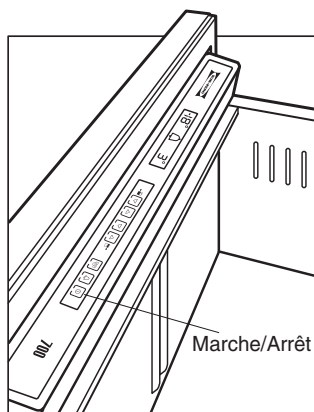

Fig. 4
Branchez le cordon électrique dans une prise de 10 A mise à la terre. Tandis que l'appareil est sous tension, vérifiez l'éclairage et le refroidissement avant de poursuivre. Appuyez sur la touche ① du panneau des commandes. Pour repérer l'emplacement de la touche ① sur les appareils sous plan et sur les appareils hauts, reportez-vous aux figures 4 et 5 ci-après, respectivement. Après vous être assuré que l'appareil fonctionne correctement, coupez l'alimentation électrique de la prise au disjoncteur et poursuivez l'installation.